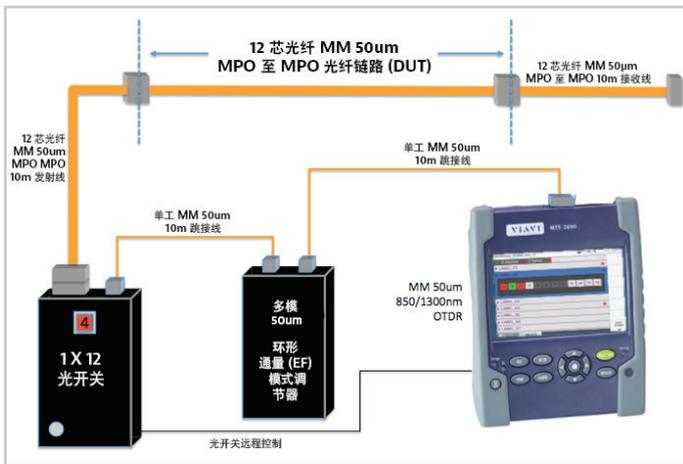

图 6. 实现更快速测试的 MPO 链路测试设置
- 在测试过程中，可在 OTDR（或其他测试源）和所测试光纤之间插入一台 EF 模式调节器设备。此设备在测试信号进入所测试光纤之前针对 EF 合规性调节发射信号（见本文后面的图 6）。在与外置模式调节器搭配使用时，MTS-2000 或 -4000 允许使用任何 50um 多模测试源，可提供符合新 EF 标准的测试结果。